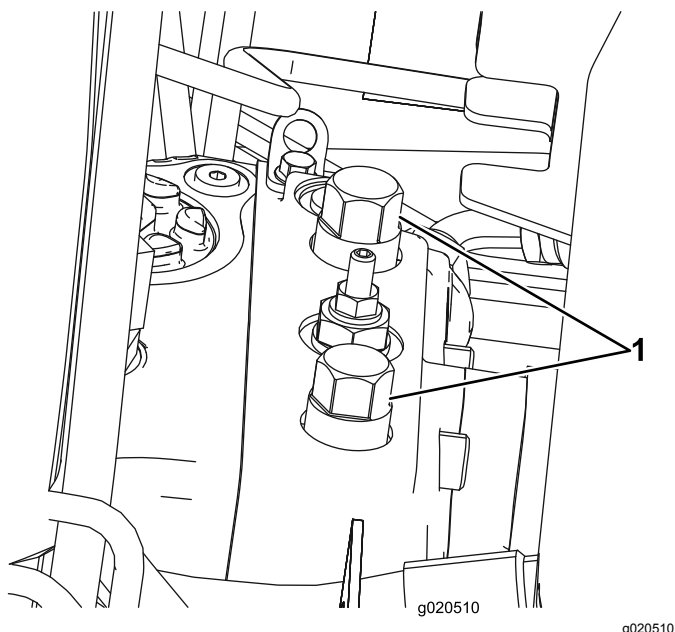

Рисунок 43
1. Откройте капот и найдите перепускные клапаны (Рисунок 43) сверху на насосе, позади ящиков для аккумуляторной батареи и хранения.